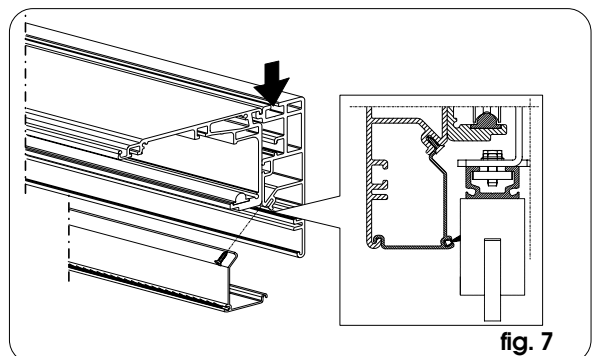

fig. 7
➔ Suivant la longueur de la poutre, des fixations intermédiaires peuvent être nécessaires (en utilisant le rail de guidage indiqué dans la fig. 7):
• Si on utilise le profil de fermeture pour l'automatisme autoporteur, l'assembler d'après la fig. 7.